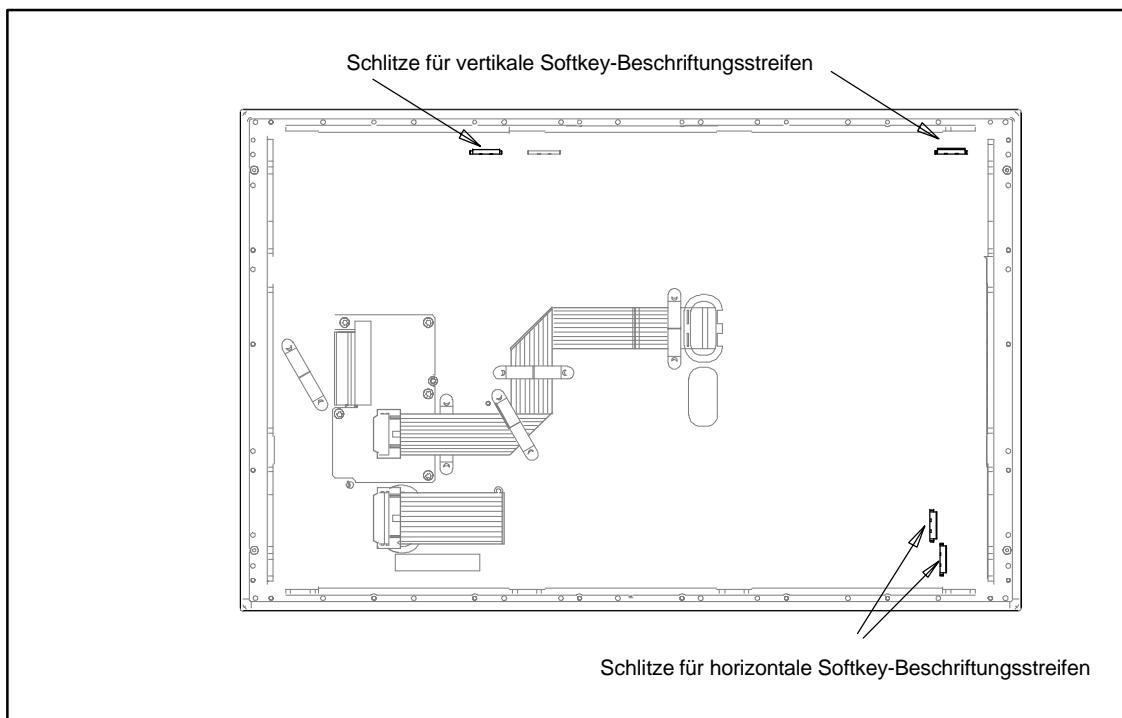

Bild 4-5 Rückseite der Bedieneinheit mit Anschlüssen und Schlitten für Softkey-Beschriftungsstreifen
3. Schieben Sie die Streifen von der Rückseite der Bedieneinheit in die dafür vorgesehenen Schlitze ein (s. Bild 4-5).